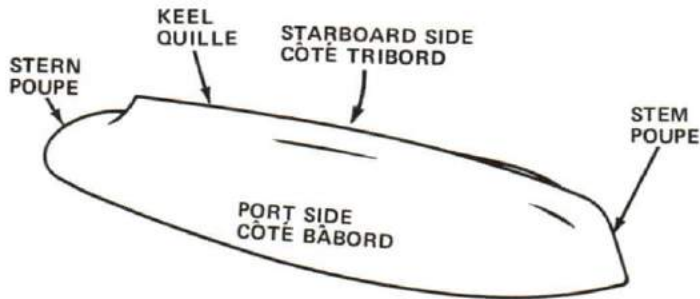

Figure 6-3
6. The line that runs lengthwise along the middle of the ship is called the centreline. On one side of this line is the port side, on the other the starboard side. Where the port side meets the starboard side of the ship's bottom is the main structural part of the ship called the keel. Naturally, the keel runs along the centreline. See Figure 6-3.
6. La ligne médiane est celle qui court le long de l'axe du navire et qui le divise en deux parties, à gauche bâbord et à droite tribord. Le point où le côté bâbord rencontre le côté tribord pour se joindre et former le fond du navire forme aussi la membrure principale qu'on appelle la quille. Bien entendu, cette quille représente également la position de la ligne médiane (voir la figure 6-3).